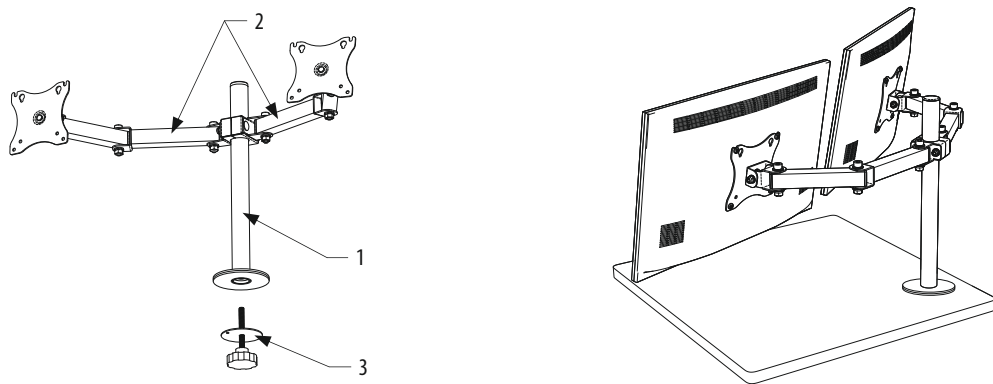

Рисунок 1. Внешний вид кронштейна К-522. 1 - Стойка несущая, 2 - Балка двойная с держателем монитора, 3 - Прижимная шайба с винтом
- 4.2 Внешний вид кронштейна показан на рис.1.